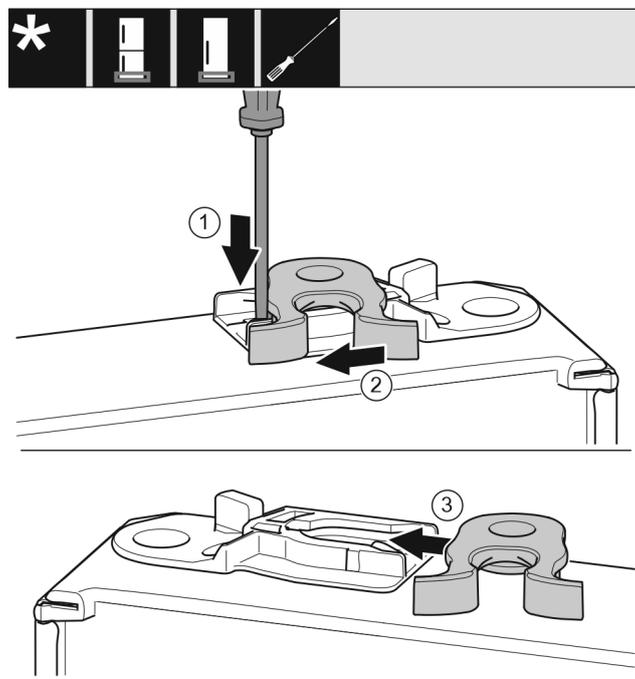

Fig. 19
- ▶ Pousser la languette Fig. 19 (1) vers le bas avec un tournevis plat.
- ▶ Retirer la gâche Fig. 19 (2) du guide.
- ▶ Pousser la gâche Fig. 19 (3) de l'autre côté dans le guide.